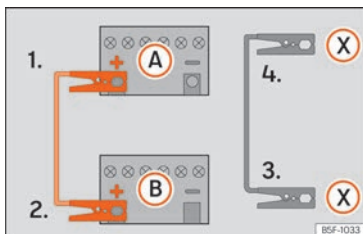

Abb. 46 Anschlusschema für Fahrzeuge mit Start-Stopp-System.
- 4b. Bei Fahrzeugen mit Start-Stopp-System: ein Ende des schwarzen Starthilfekabels (X) an einen geeigneten Masseanschluss, ein massives, fest mit dem Motorblock verschraubtes Metallteil oder an den Motorblock selbst anklemmen »» » **Abb. 46**.
5. Klemmen Sie das andere Ende des schwarzen Starthilfekabels (X) im Fahrzeug mit der entladenen Batterie an ein mit dem Motorblock verschraubtes, massives Metallteil oder an den Motorblock selbst, aber so weit wie möglich von der Batterie (A) entfernt an.